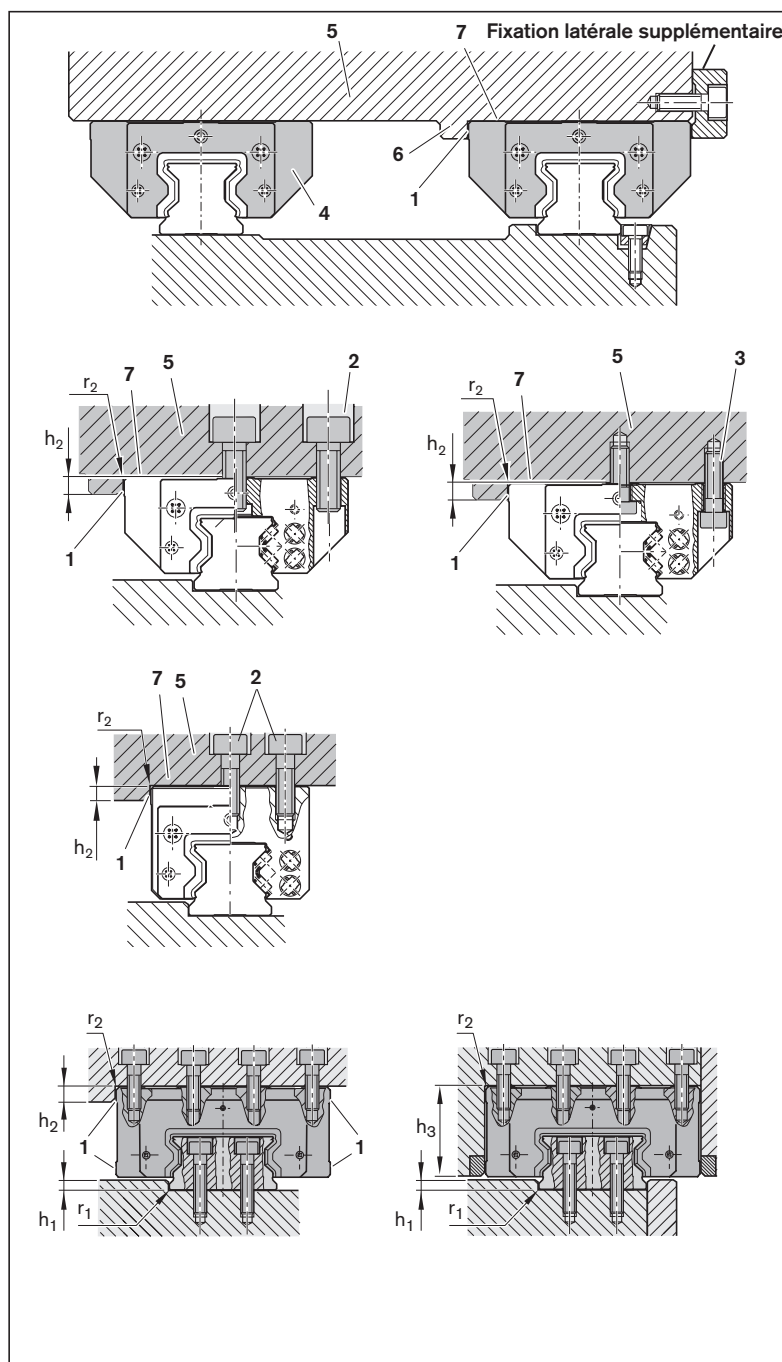

Fig. 55 : Montage d'éléments périphériques sur le guide
1. Déposer l'élément (1) sur une surface non glissante (2).
5. Presser éventuellement le guide sur le bord de référence (3) et le munir de fixations latérales supplémentaires ➡ Fig. 55.